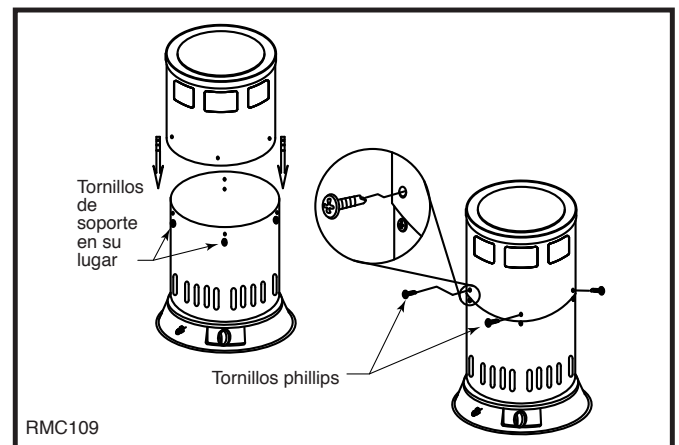

Fig. 4 Conecte la sección superior con los cuatro tornillos phillips.
6. Coloque el conjunto superior de la carcasa sobre la sección inferior. Apriete los cuatro tornillos phillips en los agujeros de la parte superior de la sección inferior de la carcasa (Fig. 4).